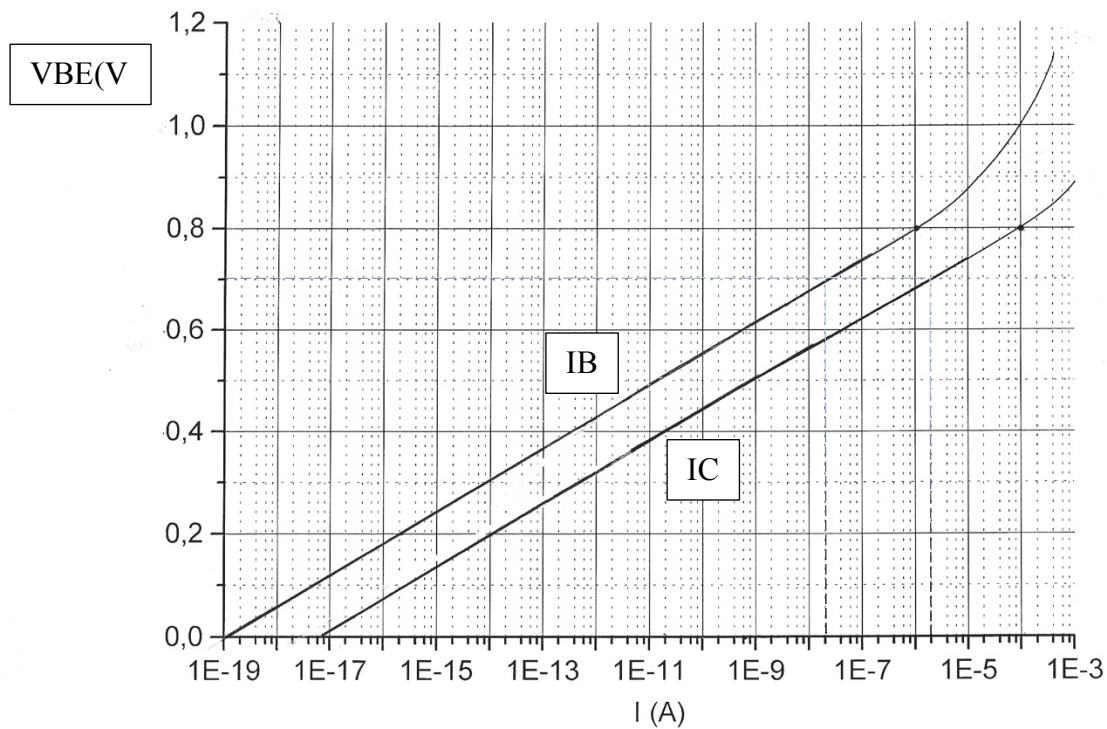

Figure 1 : Caractéristiques statiques du transistor
Un transistor NPN présente les caractéristiques $V_{BE}(\log I_C)$ et $V_{BE}(\log I_B)$ reportées sur la figure 1. La jonction collecteur base est en court circuit ($V_{BC} = 0$). Les caractéristiques sont :
1.a) A partir des relevés de la figure 1, donner les valeurs de I_C , I_B et la valeur du gain en courant β du transistor.
1.b) A partir de l'expression de J_{sn} (voir cours), établir l'expression du dopage de la base N_B et calculer sa valeur en relevant la valeur de I_{sn} sur la figure 1 (tenir compte de l'aire A).